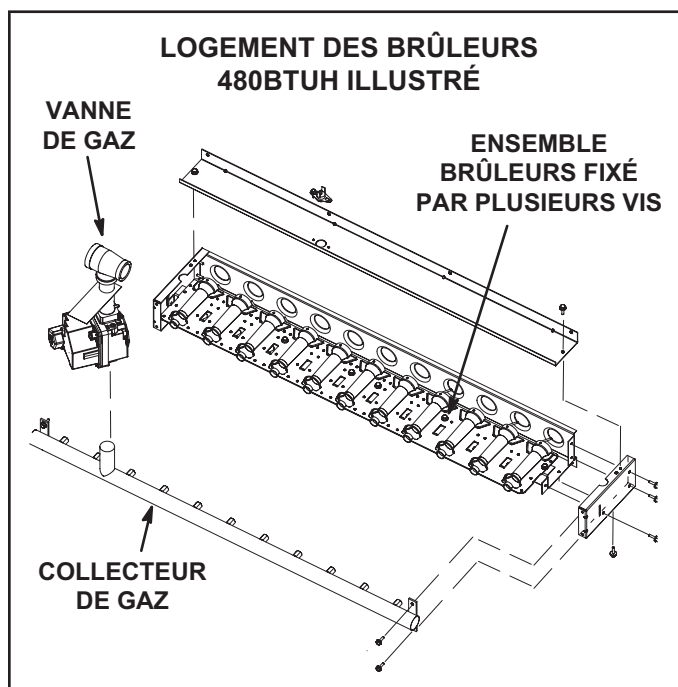

FIGURE 36
- 3 - Retirez les vis qui fixent l'ensemble brûleurs au support des brûleurs et retirez l'ensemble. Reportez-vous à la FIGURE 36. Nettoyez-les au besoin.